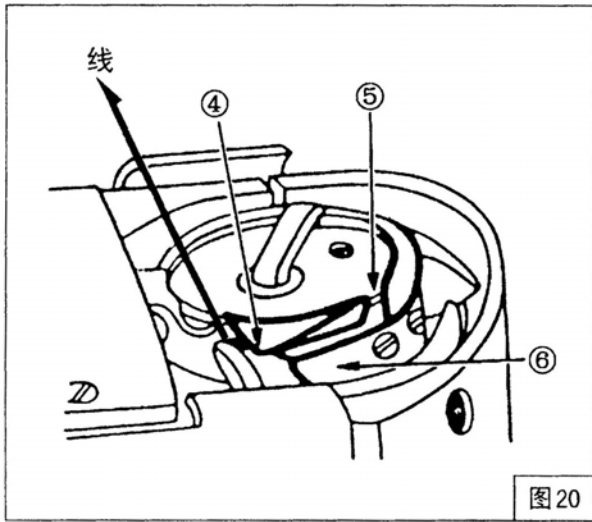

图 20
②；如图 20，将引出的 5mm 线穿过旋梭的沟槽⑤中，再从④的下面穿过并向右引出，将线端放置在外；